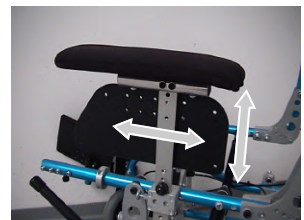

fig. 15.2: Regolazione profondità/altezza
• Regolazione profondità (fig. 15.2)
• Regolazione altezza (fig. 15.2) (solo per kit completo)